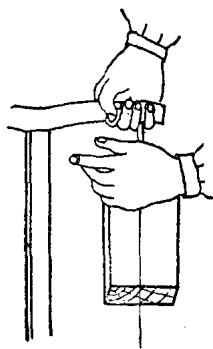

图 2-4 纵断锯割
2. 纵断锯割 先将划好锯割线的木料置于木凳上（或将前段垫起来），用右脚踏在木料上，约与锯割线成 $65^{\circ}\sim 90^{\circ}$ 夹角，左脚尖偏向木料约与锯割线成 $5^{\circ}\sim 10^{\circ}$ 夹角，开始锯割时，左脚尖距木料端要留适当距离，踏牢为宜，以后逐渐后退。引锯后，左手要移到锯条上端背上，用双手锯割（图2-4）。